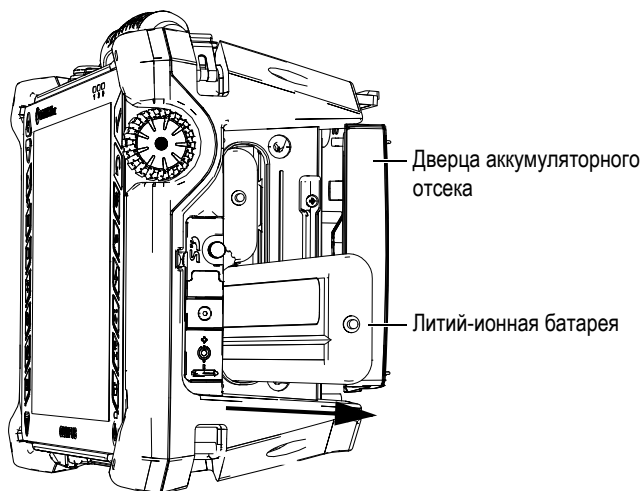

Рис. 2-6 Извлечение литий-ионной батареи
2. Извлеките батарею, потянув за ленту (см. Рис. 2-6 на стр. 41).